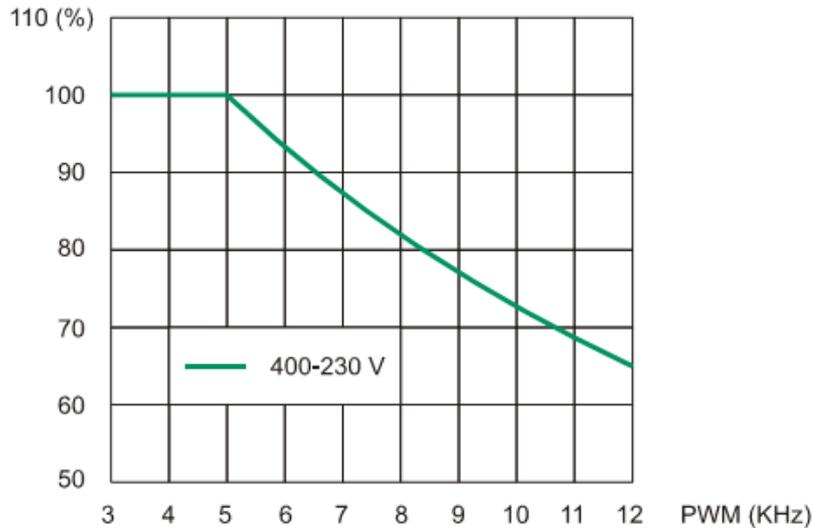

Рис.5. Зависимость тока привода от U и $F_{шим}$
- (1) Соединение C56 определяет тип перегрузки
- (2) Номинальный ток при продолжительной работе при частоте ШИМ 5 кГц. Рис.5 показывает зависимость тока от напряжения (P87) сети и частоты ШИМ (P101).
- (3) Допустимая температура окружающего воздуха до 45° С. Если температура равна и больше этого значения, то реальный рабочий ток привода следует принять 88% от I ном.
- (4) При установке двигателя на высотах более 1000 м над уровнем моря рабочий ток привода следует уменьшать на 1% на каждые 100 м превышения по высоте.